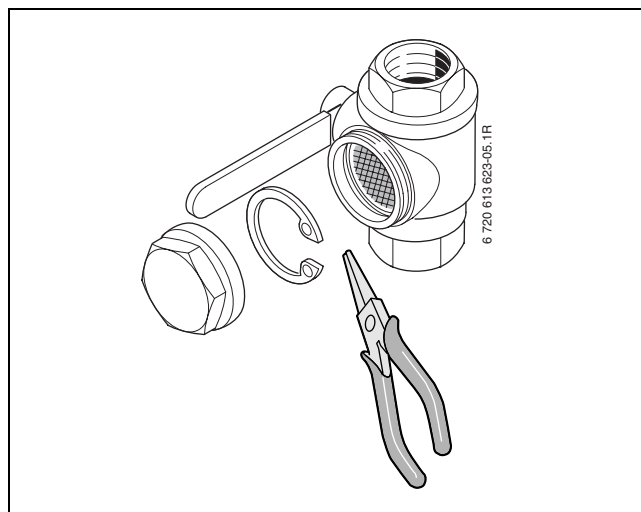

Fig. 32
- ▶ Løsne låseringen som holder silen fast i ventilen. Bruk den medfølgende låseringtangen. (→Bild 32)